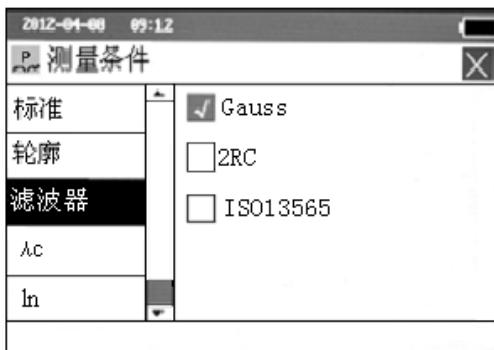

图 2-13 设置滤波器
- ◆ 触摸屏操作：点按屏幕中“滤波器”选项进入设置状态（见图 2-13），再按“□”可选择相应的滤波器，点按 \times 退出修改测量条件状态。
- ◆ 按键操作：按 $\left[\begin{array}{c} \uparrow \text{Ra} \\ \downarrow \text{PRINT} \end{array}\right]$ 选择“滤波器”选项，按 $\left[\begin{array}{c} \leftarrow \\ \rightarrow \end{array}\right]$ 进入设置状态（见图 2-13），按 $\left[\begin{array}{c} \uparrow \text{Ra} \\ \downarrow \text{PRINT} \end{array}\right]$ 选择滤波器，再按 $\left[\begin{array}{c} \leftarrow \\ \rightarrow \end{array}\right]$ 确认，按 $\left[\begin{array}{c} \leftarrow \cdot E \\ \rightarrow \cdot E \end{array}\right]$ 退出设置状态，再按 $\left[\begin{array}{c} \leftarrow \cdot E \\ \rightarrow \cdot E \end{array}\right]$ 退出修改测量条件状态。